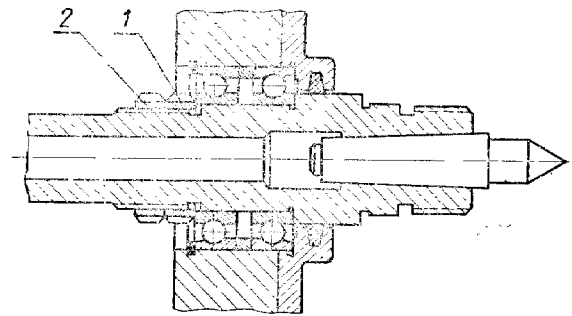

Рис. 11.
1. Регулирование радиального зазора передних подшипников и осевого зазора шпинделя производится посредством гайки 1 и контргайки 2 (рис. 11).